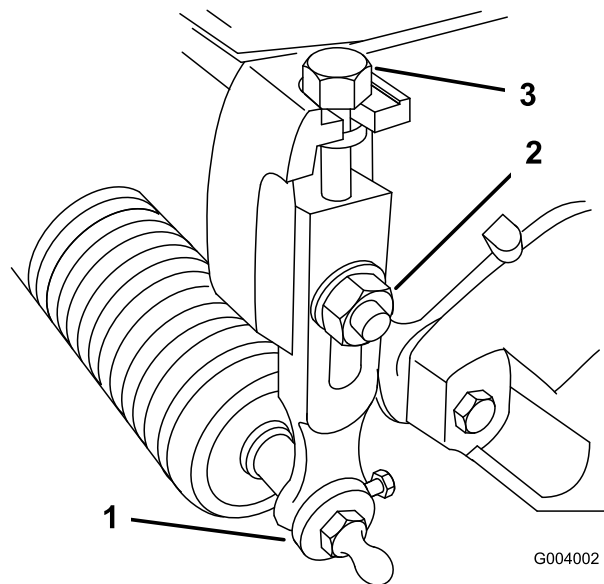

図 8
1. 刈り高アームをカッティングユニットのサイドプレートに固定しているロックナットをゆるめる（図 8）。